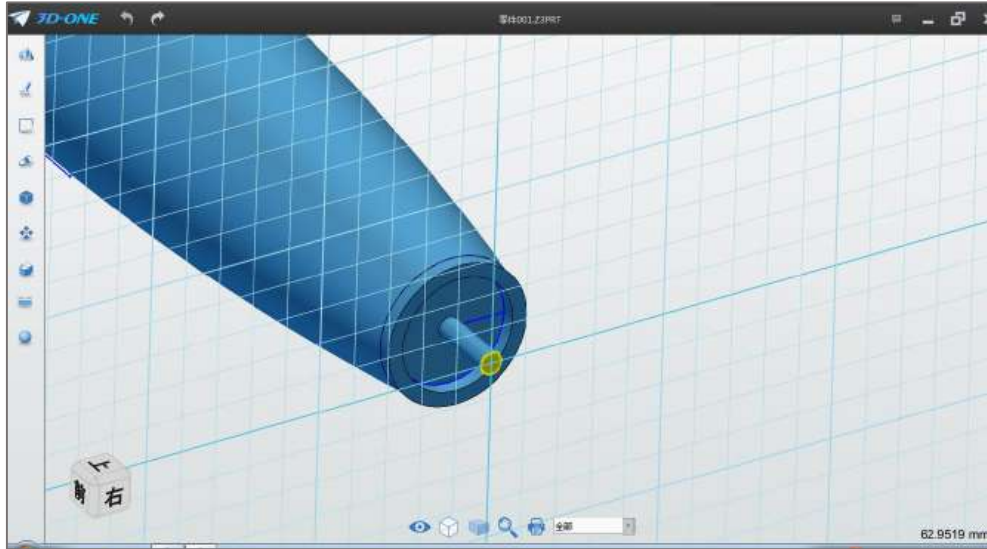

图 2-7
Step 7 点击确定，完成圆柱绘制。选择椭圆命令 ，绘制平面选择上步骤绘制圆柱端面，如下图 2-7 所示：